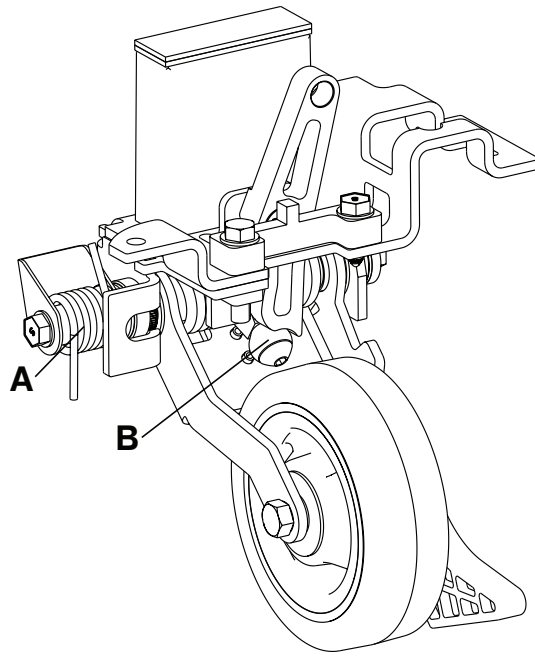

Abbildung 18 – Schmierung des einziehbaren fünften Rades
3. MPG-3-Schmiermittel auf der Feder (A) und der Rolle (B) auftragen (Abbildung 18).